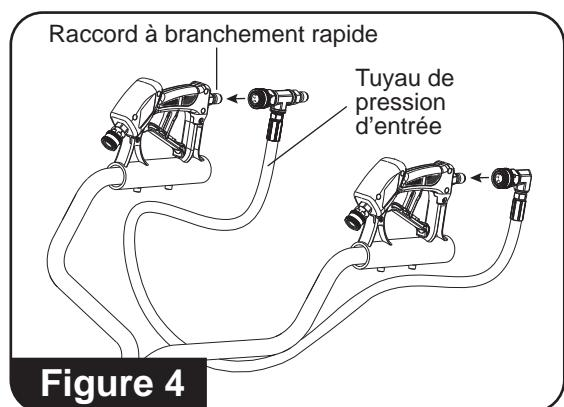

Figure 4
4. Fixez le tuyau de pression d'entrée aux poignées. **(Consultez la figure 4)**